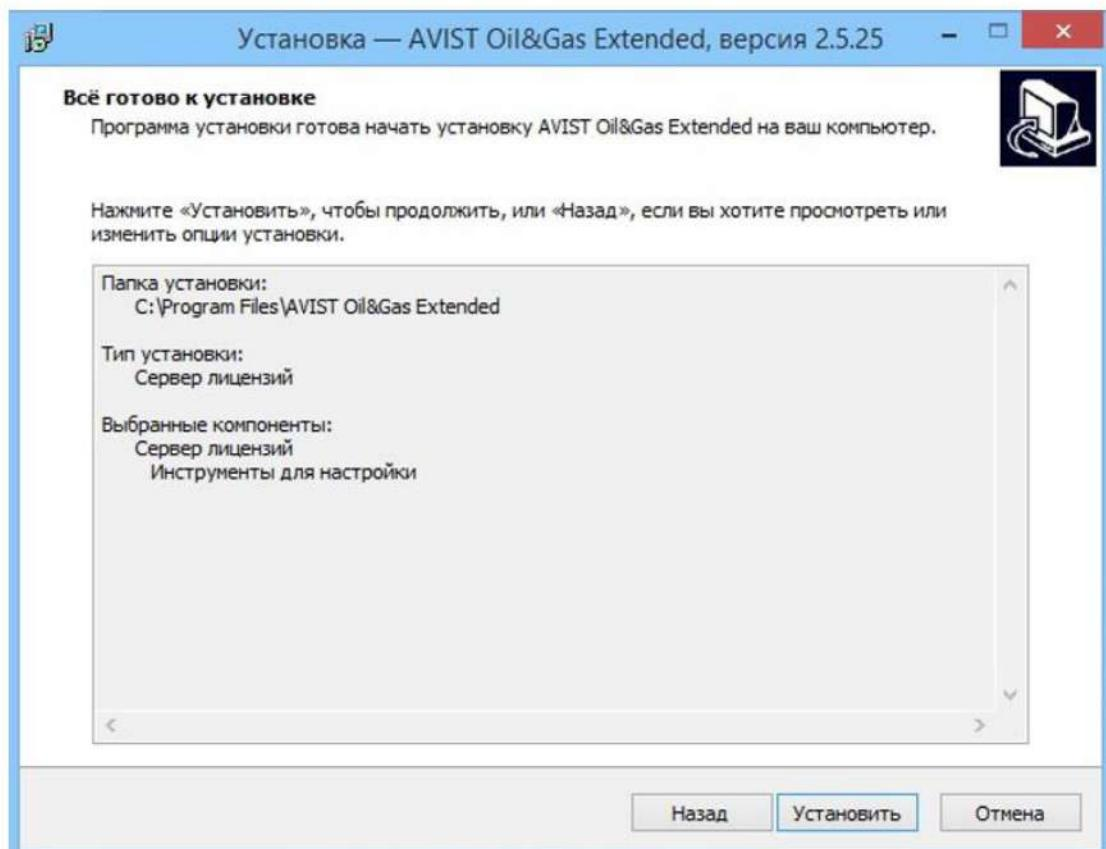

Рисунок 7 - Завершение ввода данных для установки
6) Нажать кнопку «Установить» (Рисунок 7).